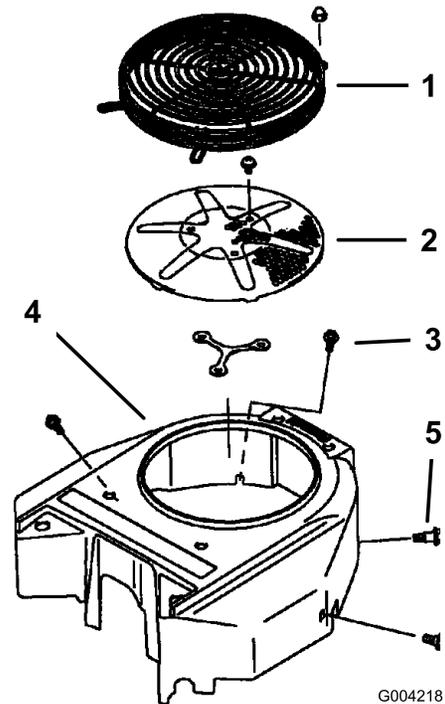

Figure 77
5. Reposez la grille d'entrée d'air, le lanceur et le carter du ventilateur (Figure 77).
Avant chaque utilisation, enlevez l'herbe, les saletés et autres débris éventuellement accumulés sur la grille du moteur. Cela permet d'assurer un refroidissement et un régime moteur corrects, et réduit les risques de surchauffe et de dommages mécaniques du moteur (Figure 77).
3. Retirez la grille d'entrée d'air, le lanceur et le carter du ventilateur (Figure 77).